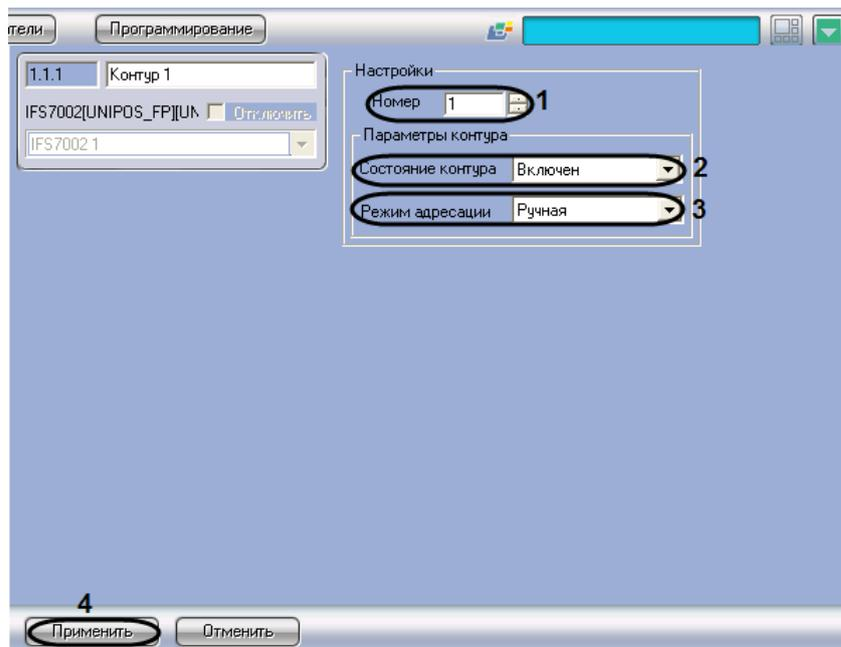

Рис. 3.4-2 Настройка пожароизвещательного контура
1. Перейти на панель настройки объекта **Контур** (Рис. 3.4-2).
2. В поле **Номер** ввести с помощью кнопок **вверх-вниз** номер (1 или 2) пожароизвещательного контура (см. Рис. 3.4-2, 1).
3. Из раскрывающегося списка **Состояние контура** выбрать состояние (**включен** или **выключен**) пожароизвещательного контура (см. Рис. 3.4-2, 2).
4. Из раскрывающегося списка **Режим адресации** выбрать режим адресации в CAN-сети (автоматическая/ручная) адресных устройств, включенных в данный пожароизвещательный контур (см. Рис. 3.4-2, 3).
5. Для сохранения настроек во внутренней базе данных ПК *Интеллект* нажать кнопку **Применить** (см. Рис. 3.4-2, 4).